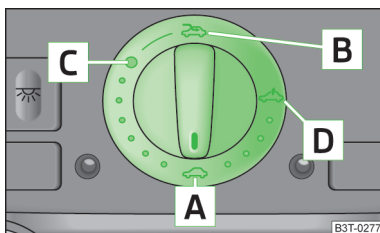

Fig. 27
- Si se desembornó y se volvió a embornar la batería del vehículo, puede ocurrir que el techo corredizo/elevable esté fuera de servicio. En dicho caso, debe ponerse el conmutador giratorio en la posición de conmutación **[A]** » fig. 27 de la página 53 y presionarlo hacia delante durante unos 10 segundos.
- Girar el conmutador a la posición **C** » fig. 27.
El techo corredizo/eleable está equipado con una limitación de fuerza. Si un obstáculo (p. ej., hielo) impide el cierre, el techo corredizo/eleable se parará y se abrirá completamente. Se puede cerrar por completo el techo corredizo/eleable sin limitación de fuerza pulsando el interruptor en la posición **A** » fig. 27 delante hasta que el techo corredizo/eleable esté completamente cerrado » **!**.